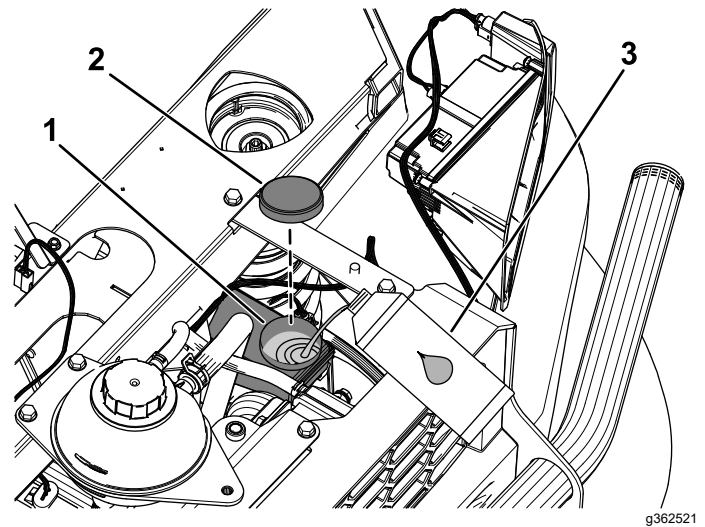

Bild 122
4. Öffnen Sie die Motorhaube, um an den Hauptbremszylinder und den Behälter zu gelangen (Bild 122).
- A. Reinigen Sie den Bereich um den Behälterdeckel und nehmen den Deckel ab (Bild 122).
- C. Schrauben Sie den Behälterdeckel wieder auf (Bild 122).